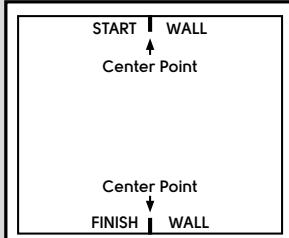

Fig. 1
- Diseño del Patrón: empiece midiendo para encontrar el centro de la habitación entre la pared inicial y la pared final (Fig. 1).